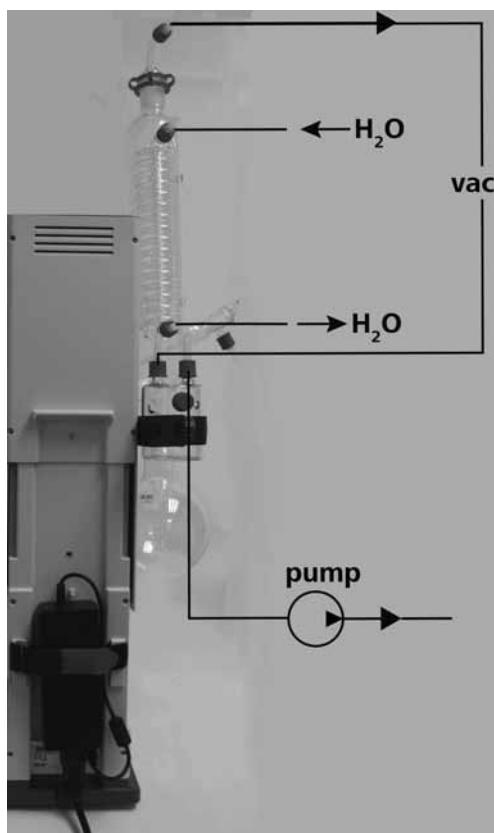

Fig. 20
- 逆流原理に従って、水ホース (H_2O) をクーラーに接続します (Fig. 20)。